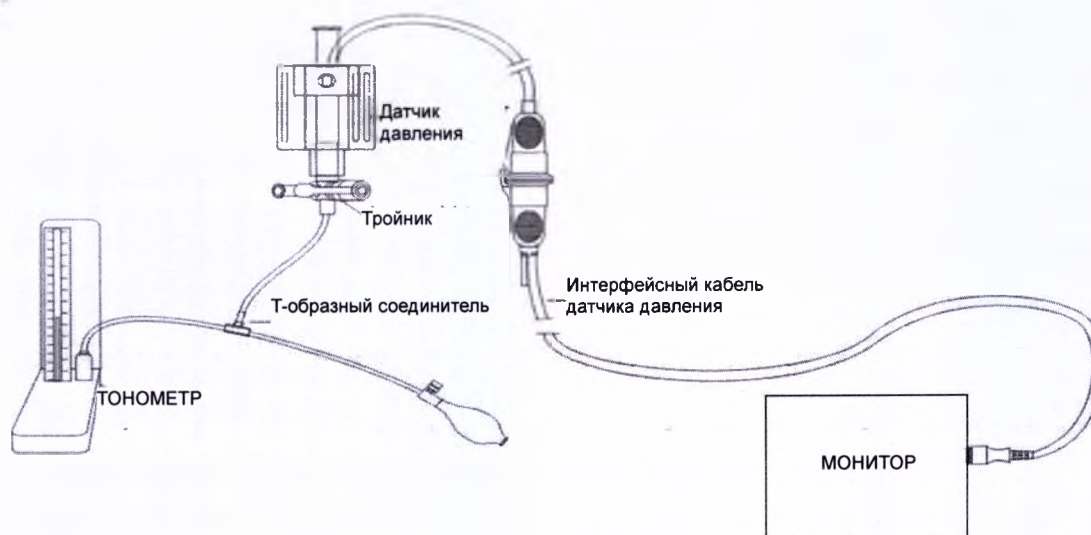

Рисунок 17-4 Калибровка ИАД Схема подключения
2) Процедура калибровки Ртутным барометром: (см. рисунок 17-4)